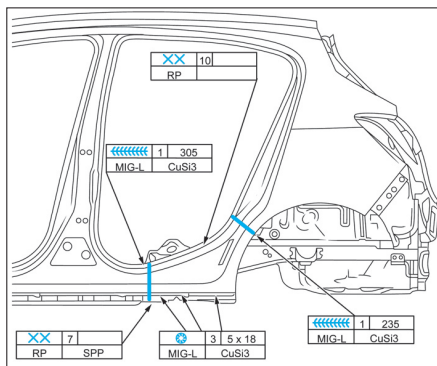

FIG. 29
- Souder la partie arrière de bas de caisse (Fig.29).